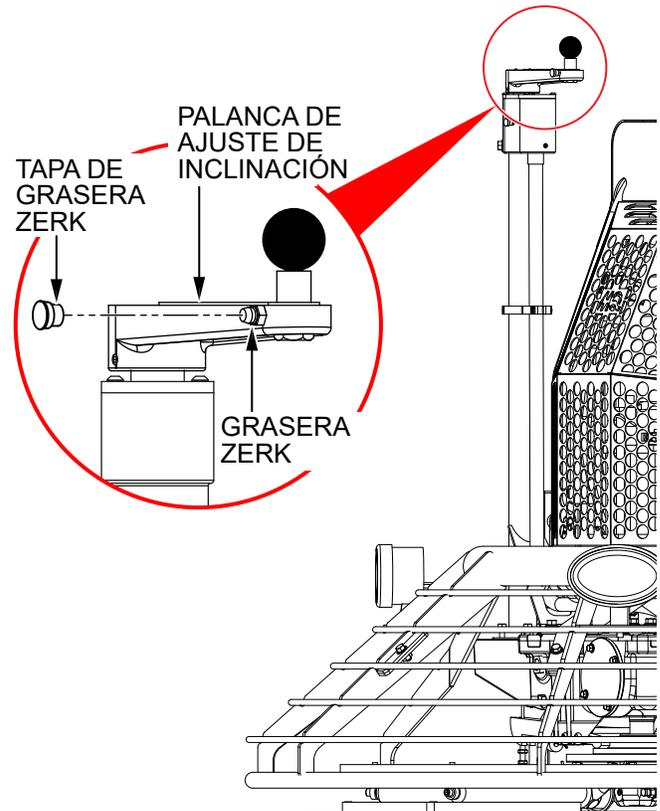

Figura 38. Lubricación de la palanca de ajuste de inclinación
1. Localice la graseira Zerk junto a la perilla de una de las palancas de ajuste de inclinación (Figura 38). Quite la tapa de la graseira Zerk y póngala a un lado.